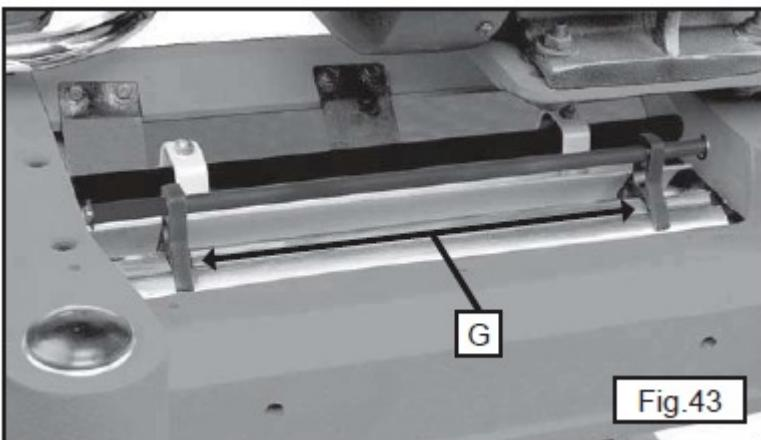

Рис. 43
- Осторожно поставить приспособление (G) для выверки ножей, рис. 43, на режущий вал.